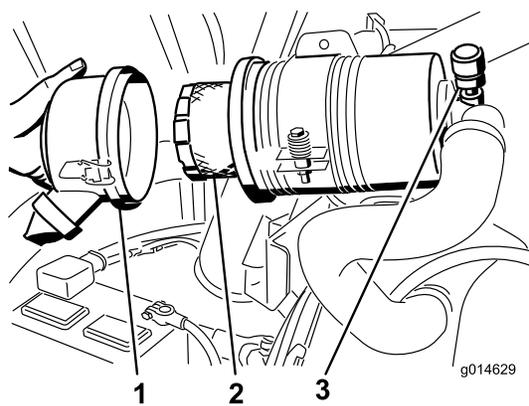

Рисунок 75
- Снимите и замените фильтр (Рисунок 75).